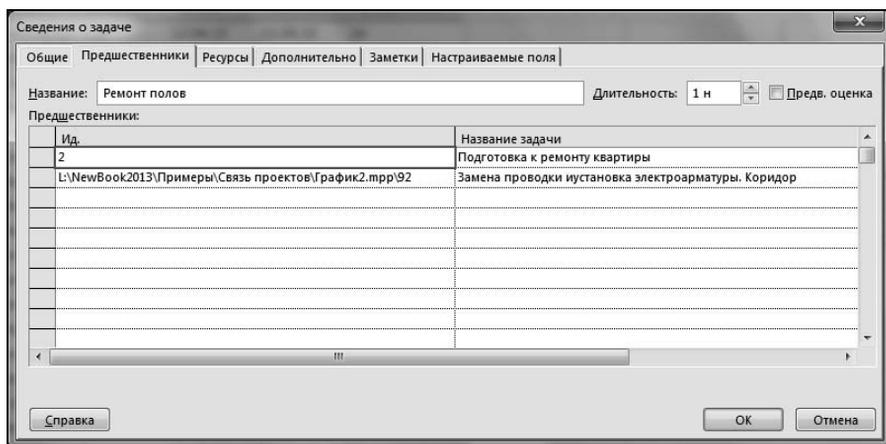

Рис. 8.23. Внешний вид описания связи между задачами разных проектов
5. Для введения связи между задачами можно, например, ввести внешнюю связь с помощью *алгоритма 5.7*, записав в поле **Ид.** перед идентификатором задачи-предшественника полный путь к файлу проекта, содержащего задачу-предшественника (включая имя и расширение файла). Путь должен быть отделен от идентификатора задачи символом \. Внешний вид такой ссылки показан на рис. 8.23.